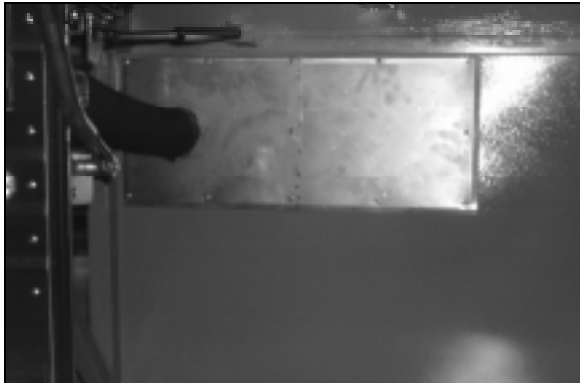

FIGURE 1: PANNEAU D'ACCÈS DU VÉHICULE DE SÉRIE "XL" SANS CONDENSEUR D'A/C.
1. Ouvrir la porte d'accès au compartiment du condenseur du système de climatisation du côté droit du véhicule. L'accès aux connexions du réservoir à carburant se trouve en arrière du condenseur. Certains véhicules de type "XL-MTH" ne sont pas équipés d'air climatisé (Fig. 1). Il suffira alors d'ouvrir la deuxième porte d'accès se trouvant à droite des essieux arrière du côté droit du véhicule.
2. L'accès définitif aux connexions du réservoir à carburant sera possible après la dépose d'un petit panneau d'accès boulonné (Fig. 1) (Fig. 2) sur tous les véhicules de type "XL" et certains véhicules